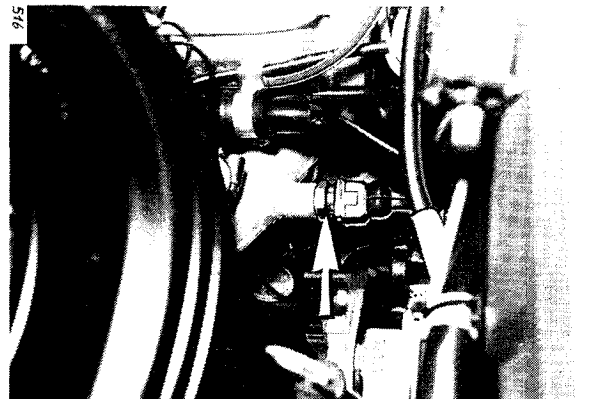

Bild 4
3. TEMPERATURFÜHLER, Saugrohr (Bild 4)